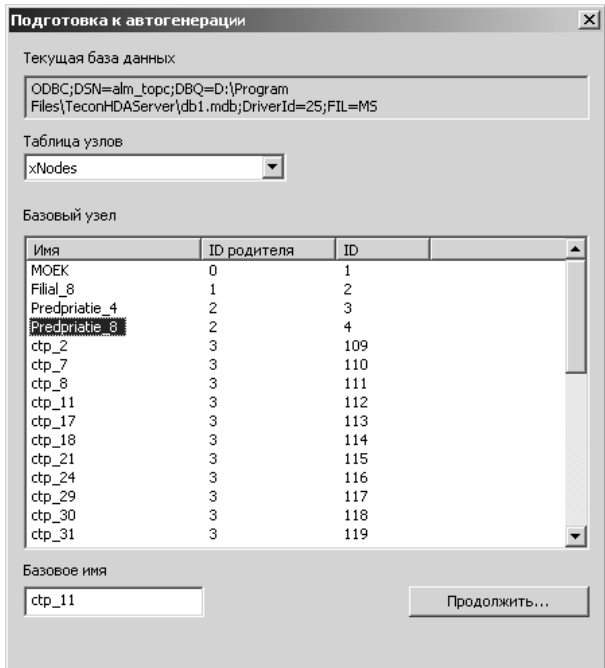

Рисунок 4.65 - Автогенерация таблиц базы данных
- д) в появившемся окне (см. Рисунок 4.65) выбрать базовый узел;